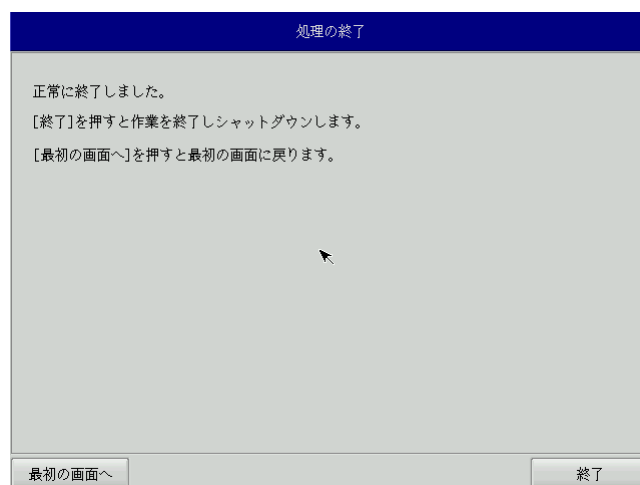

図 5-3-7. 終了画面
- ⑩ 終了画面（図 5-3-7）が表示されるとバックアップ作業は完了です。[終了]ボタンを押して電源を落としてください。